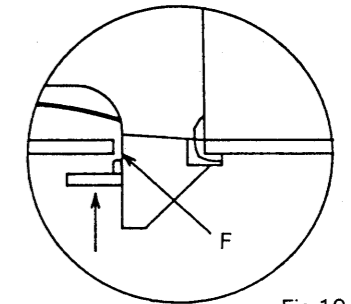

Fig.10
3.Verify that there is on clearance between the key fulcrum and portion E in the chassis. Attach the stopper (Fig.10) on the portion F.
3.KEY支点部とシャーン係合部間(E)に隙間の無い事を確認し、ストッパーをシャーン裏側に、Fig.10に示す(F)に沿ってシャーンと鍵の隙間に押し込む様にして貼ります。